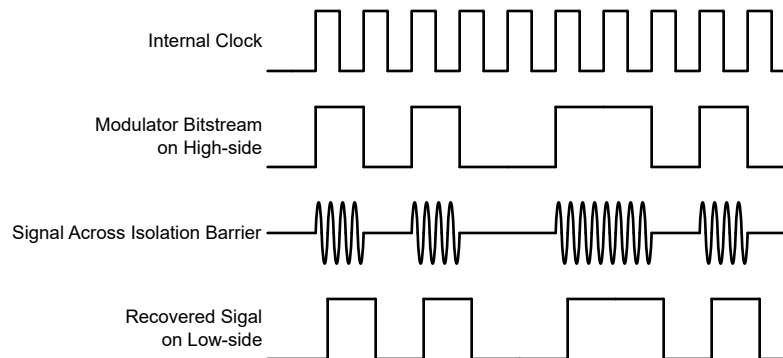

図 7-1. OOK ベースの変調方式
図 7-1 に示されているように、AMC0x11S は、オン / オフ キーイング (OOK) 変調方式を使用して、変調器の出力ビットストリームを、 $\text{SiO}_2$  ベースの絶縁膜間で伝送します。送信ドライバ (TX) をに 機能ブロック図 示します。TX は、内部で生成された高周波キャリアを絶縁バリア越しに送信し、デジタル 1 を表現します。ただし、TX はデジタル 0 を表す信号を送信しません。AMC0x11S で使用されるキャリアの公称周波数は 480MHz です。